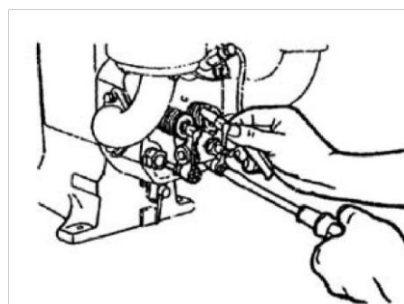

рис. 9
1. **Регулировка зазора клапанов** Снимите крышку головки цилиндра, поворачивайте маховик до тех пор, пока и впускающий и выпускающий клапана не будут закрыты. Ослабьте контрольную гайку на качающем рычаге и поверните регулировочный винт. После этого вставьте калибровочный щуп между штоком клапана и качающим рычагом; вкручивайте регулировочный винт до тех пор, пока калибровочный щуп не будет легко выходить. После этого затяните контрольную гайку. Зазор клапана составит 0,15~0,25 мм (Рис. 9).